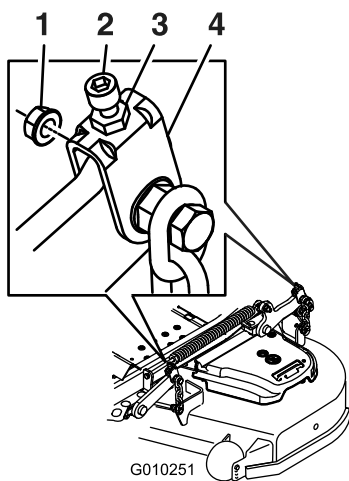
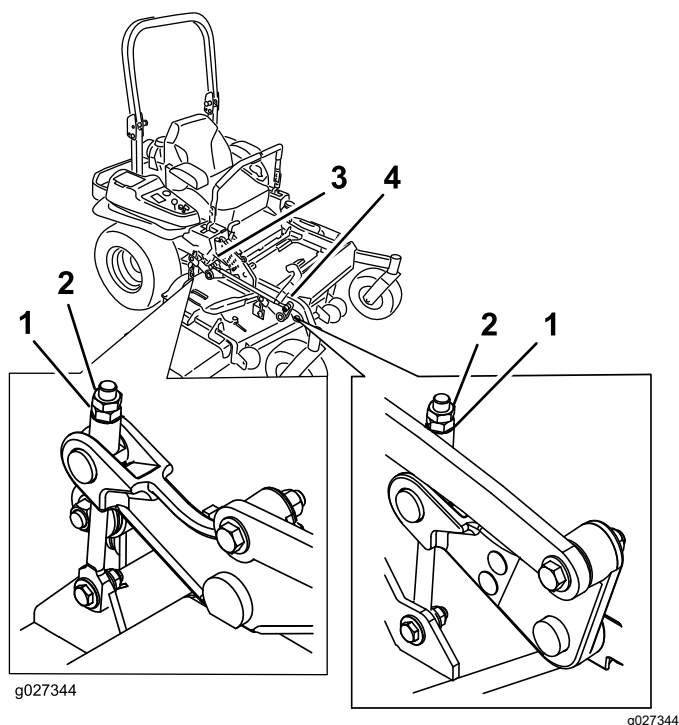

Figure 125
Figure 126
10. Ajustez précisément le serrage de l'écrou de réglage sur l'ensemble de levage du tablier avant (Figure 125 ou Figure 126).
16. Ajustez précisément la vis de réglage en la tournant jusqu'à obtention d'une hauteur de 8,3 mm (3¼ po) (Figure 126).